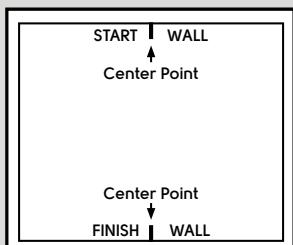

Fig. 1
- Diseño del patrón: haga mediciones y calcule el centro de la sala en la pared de inicio y la pared de finalización (fig. 1).